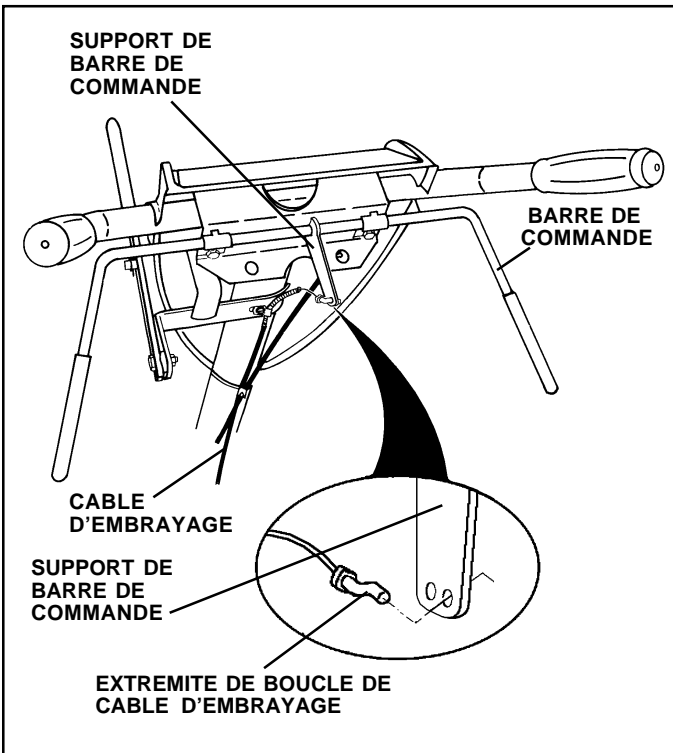

FIG. 6
ATTACHER LE CABLE D'EMBAYAGE (Voyez la Fig. 6)
- Assurez que l'indicateur de levier de changement de vitesse est en position point mort ("N") (Voyez la Fig. 6).